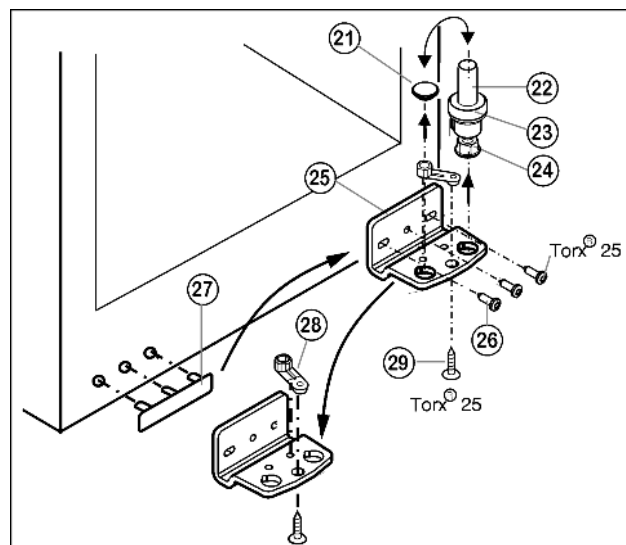

Fig. 6
- Извлеките опорный винт Fig. 6 (22) в комплекте с шайбой Fig. 6 (23) и регулируемой опорой Fig. 6 (24), вытягивая его вверх.
- Снимите пробку Fig. 6 (21).
- Открутите Fig. 6 (26) опорный кронштейн Fig. 6 (25).
- Открутите Fig. 6 (29) опорную деталь Fig. 6 (28) и, переставив в отверстие на противоположной стороне опорного кронштейна, снова прикрутите.
- Осторожно снимите и переставьте на противоположную сторону крышку со стороны ручки Fig. 6 (27).
- Снова прикрутите опорный кронштейн Fig. 6 (25) на новой стороне шарнира (с моментом 4 Нм). При необходимости используйте аккумуляторный шуруповёрт.
- Переставьте пробку Fig. 6 (21) в свободное отверстие.
- Вновь установите опорный винт Fig. 6 (22) в комплекте с шайбой и регулируемой опорой. При этом фиксатор должен быть направлен назад.
- ▶ Установите дверцу сверху на нижний опорный палец *Fig. 6 (22)*.
- ▶ При необходимости выровняйте дверцу через два продольных паза в нижнем опорном кронштейне *Fig. 6 (25)* параллельно корпусу устройства. Для этого выкрутите средний винт.